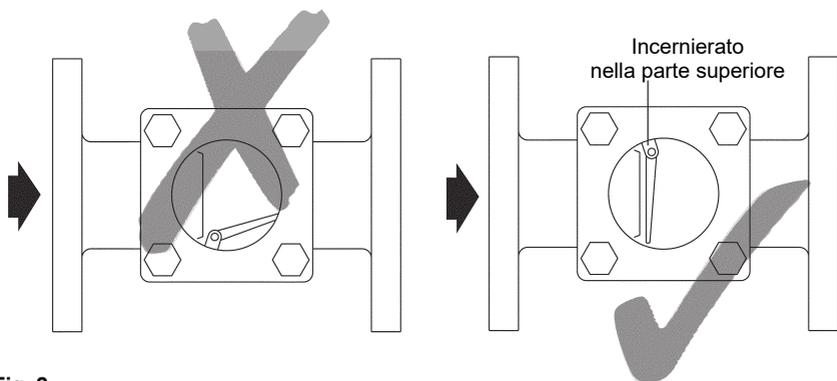

Fig. 2
**Nel caso in cui il dispositivo sia equipaggiato con l'aletta indicatrice di flusso (disponibile solo per installazioni orizzontali), esso dovrà essere installato in modo da mantenere il perno nella parte superiore. Un'installazione non corretta comprometterebbe la funzionalità dell'aletta indicatrice di flusso (vedere Fig. 2).**